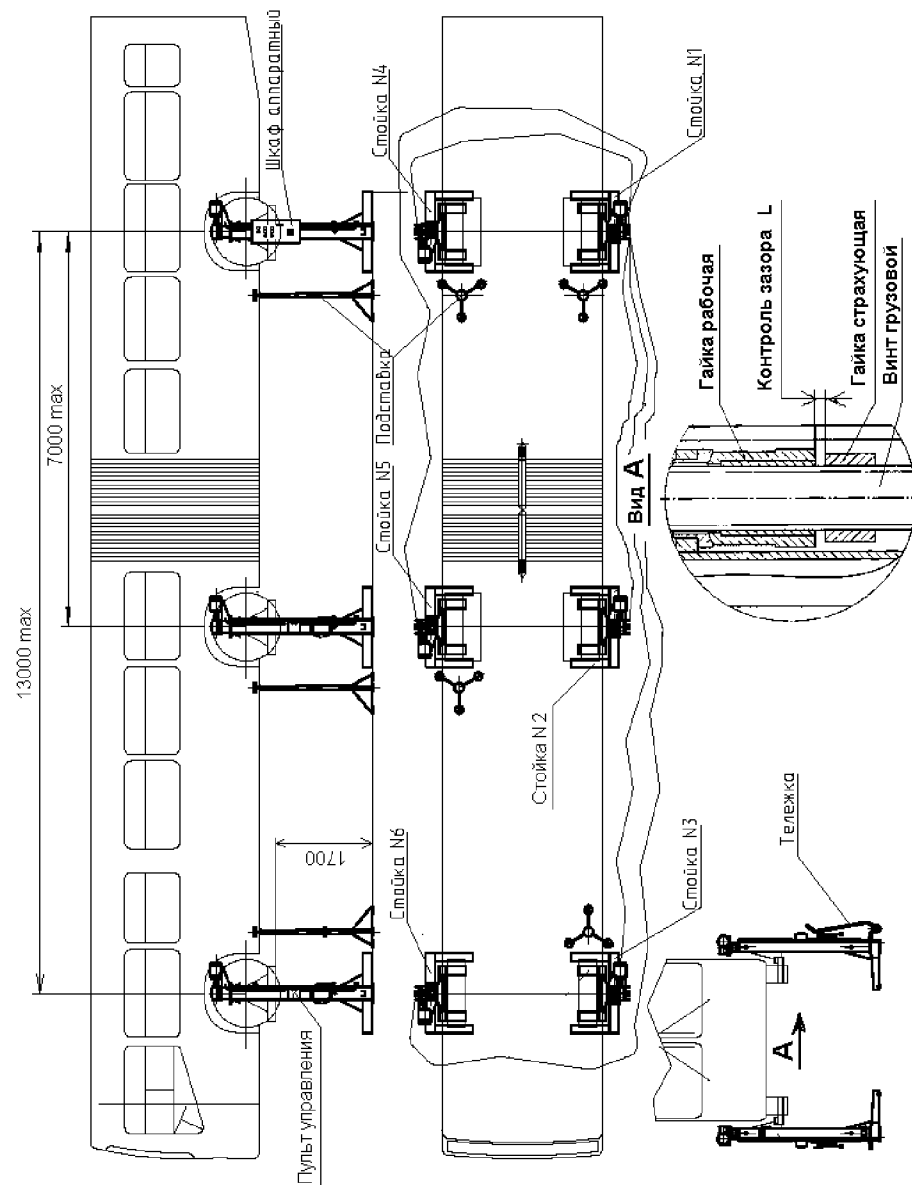
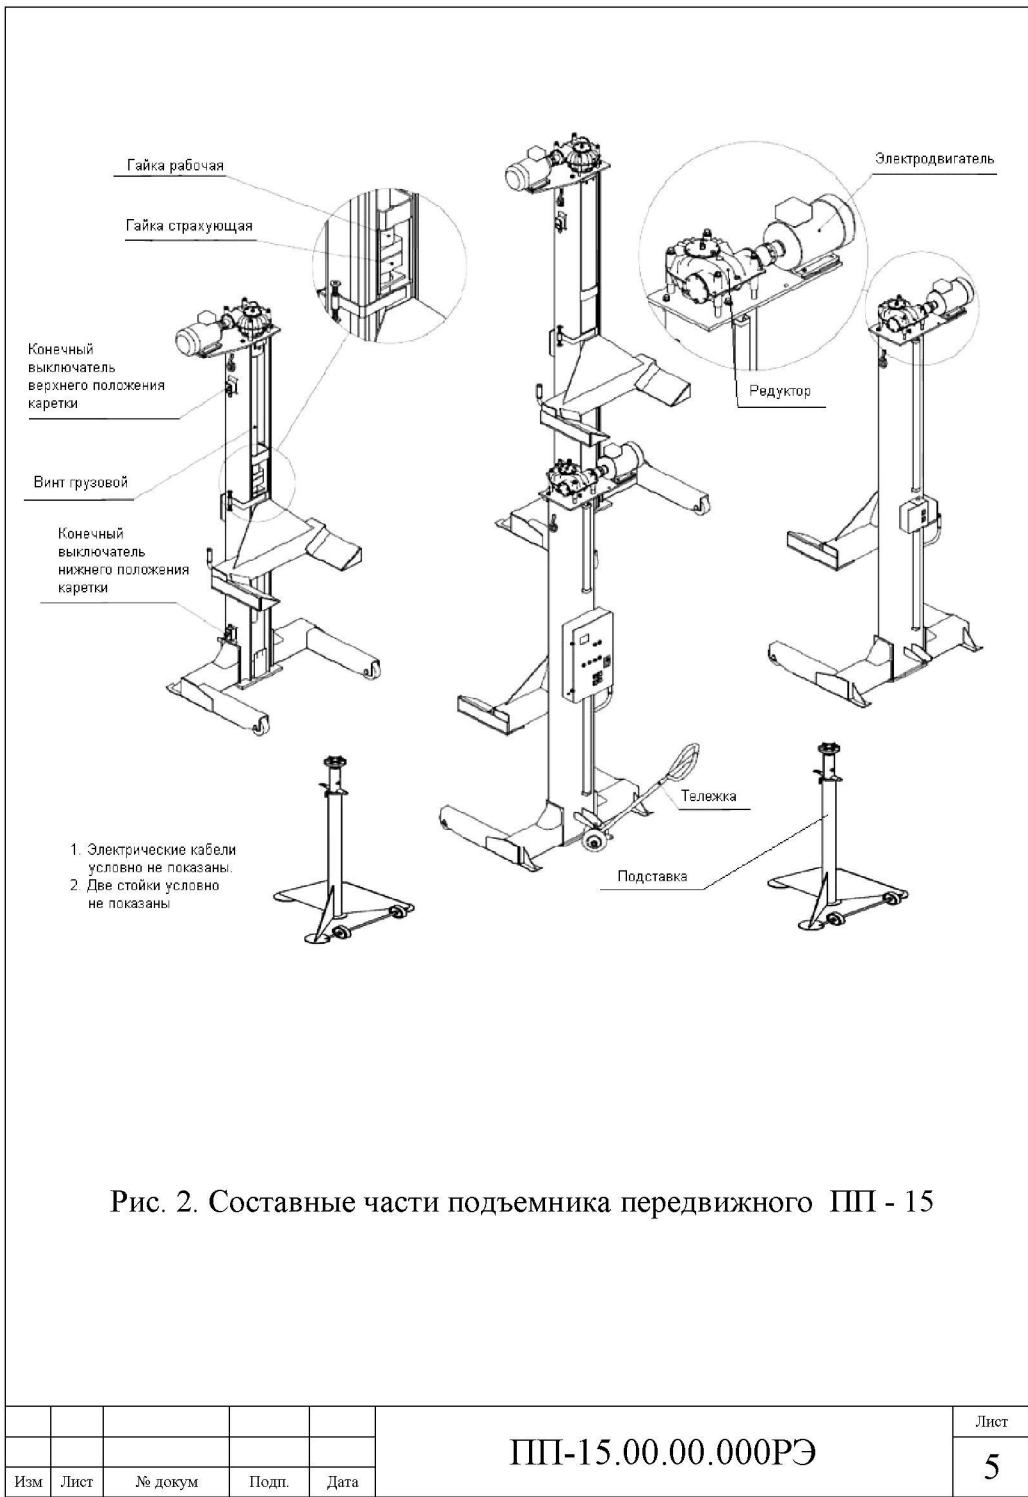

Рис. 1. Подъемник передвижной ПП-15
Рис. 2. Составные части подъемника передвижного ПП - 15
4.1. Подъемник состоит из шести стоек (см. Рис.1 и Рис.2), каждая из которых имеет электромеханический привод, каретку, грузовой винт, рабочую и страхующую гайки, конечные выключатели верхнего и нижнего положения кареток. На первой стойке установлен шкаф аппаратный, имеющий корпус с панелью электрооборудования, автоматический выключатель, лампочку «Сеть», кнопки «Вверх» и «Вниз» для управления первой стойкой и кнопки «Вверх» и «Вниз» для управления всеми стойками одновременно.